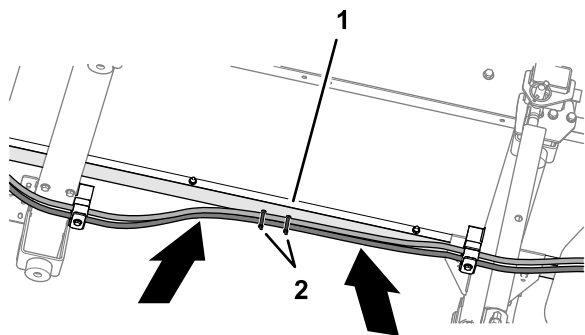

Bild 24
- Die Schläuche zwischen der vorderen und hinteren Querstrebe an der rechten Rahmenschiene verlegen (**Bild 24**).
- Sichern Sie die Schläuche mit 2 Kabelbindern an den Löchern in der Rahmenschiene (**Bild 24**). Stellen Sie beim Befestigen des Schlauchs sicher, dass die Schläuche richtig gespannt sind.